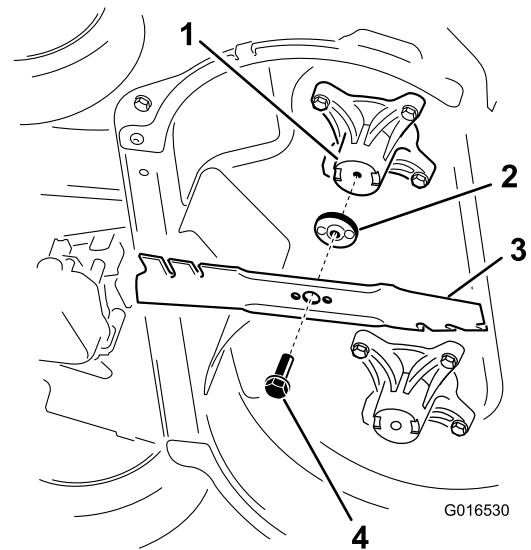

Figura 42
- Rimuovete ogni lama come mostrato in Figura 42.
- Montate la prima lama in posizione orizzontale, usando la bulloneria di montaggio come mostrato in Figura 42.